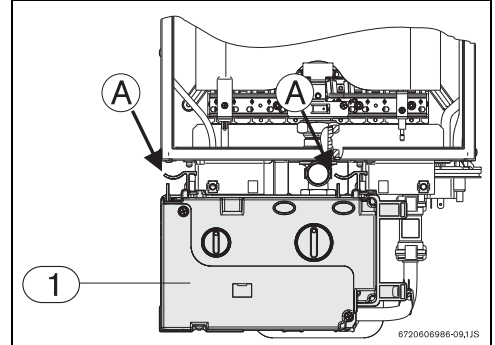

Fig. 15 Retirada de la caja de mando
- ▶ Presione simultáneamente las pestañas (→ Fig. 15, [A]) y tire de la caja de mando.